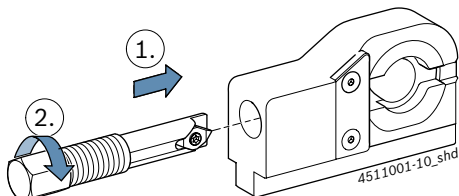

Рис. 11: Крепление винта
4. Вставьте винт в инструмент для демонтажа, как показано на Рис. 11, и вверните его в резьбу.